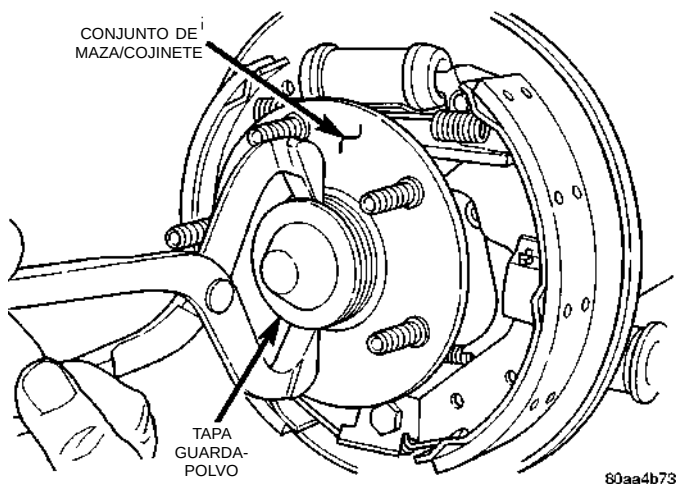

Fig. 90 Tapa guardapolvo de maza/cojinete
(1) Eleve el vehículo sobre gatos fijos o céntralo sobre un elevador. Consulte Elevación en la sección Lubricación y Mantenimiento de este manual.
(2) Retire del vehículo el conjunto de rueda y neumático trasero.
(3) Retire la tapa guardapolvo (Fig. 90) del conjunto de la maza y cojinete trasero.